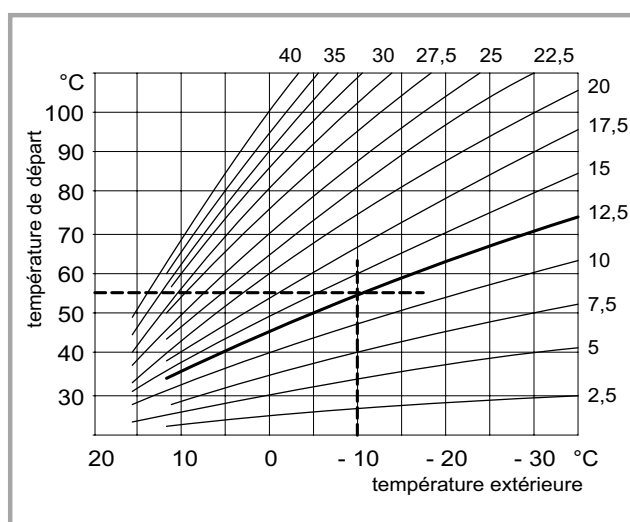

Fig. 34 - Pente de chauffage
Choix de la pente de la courbe de chauffe (fig. 34)
- Choisir la pente de la courbe de chauffe selon la méthode décrite au paragraphe "Réglage de la pente de chauffage". Voir figure 34 page 30.
- Choisir la pente de la courbe de chauffe selon la méthode décrite au paragraphe "Réglage de la pente de chauffe". Voir figure 34 page 30